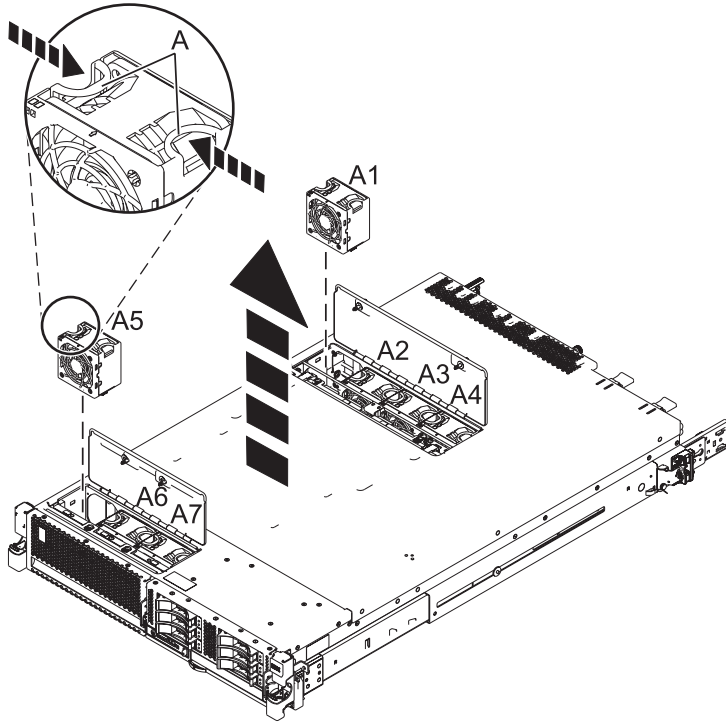

Figure 1. Retrait d'un ventilateur du modèle 31E/2B, 31E/1C ou 31E/2C
- a. Passez le câble du boîtier de ventilation par l'ouverture de la paroi du châssis, comme illustré dans la Figure 1.
- c. Serrez les deux vis (A) dans le sens des aiguilles d'une montre au bas du boîtier de ventilation.
- d. Installez la vis (B) dans la partie supérieure du boîtier de ventilation.
- g. Serrez les deux vis (C) dans le sens des aiguilles d'une montre et placez les anneaux en position horizontale.